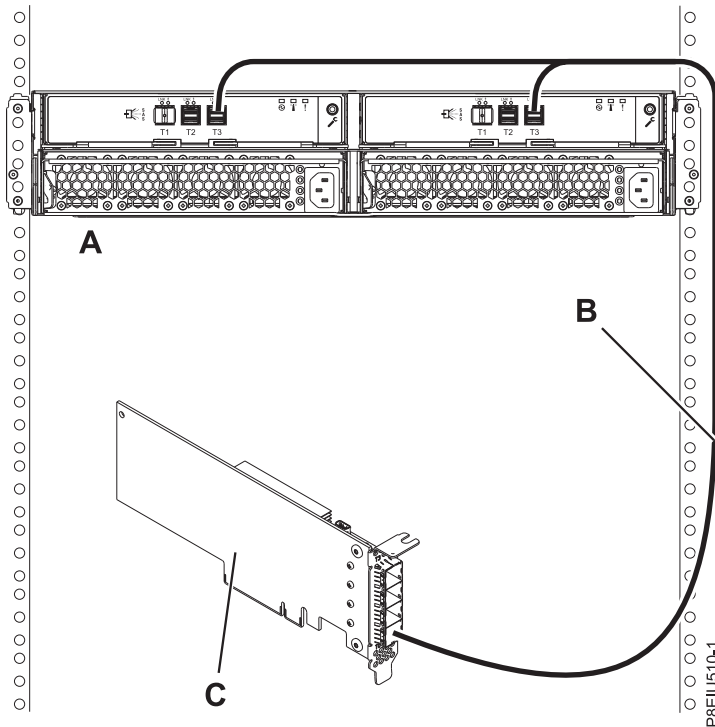

Abbildung 14. Modus 1-Anschluss einer ESLL- oder ESLS-Speichereinheit mit einem YO12-Kabel an einen einzelnen SAS-Adapter (FC EJ0J oder FC EJ0M)
14. Schließen Sie ein Gehäuse im Modus 1 (A) mit einem YO12-Kabel (B) an einen einzelnen SAS-Adapter (FC EJ0J oder FC EJ0M) (C) an (siehe Abb. 14 auf Seite 17) und fahren Sie anschließend mit „Kabel und Netzkabel anschließen und Abdeckungen installieren“ auf Seite 24 fort.